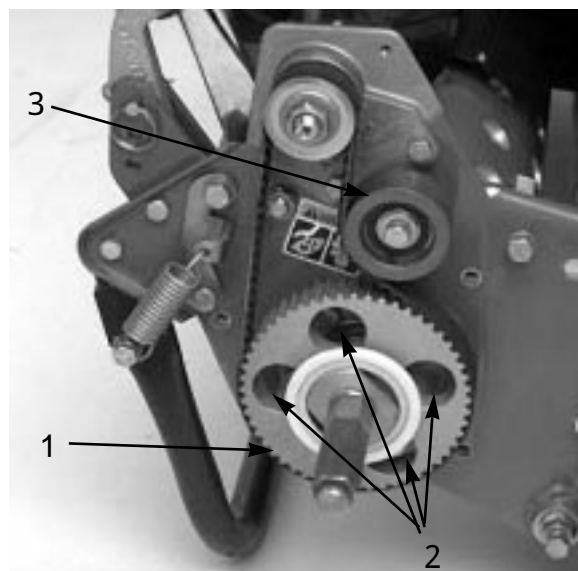

図 10
7. ドライブ・プーリを回して、4つの穴とローラーベアリング・フランジ・ネジの穴を整列させる（図10）。
11. ベルトの張りを調整し、アイドラ・プーリ・ネジを締めて終了（図10）。